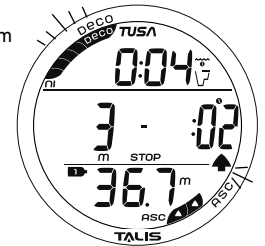

Abb. 63 - DEKO-EINTRITT
**Deko-Eintritt**, Informationen beinhalten (Abb. 63):